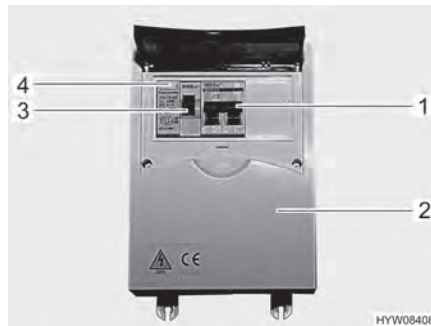

Fig. 102 Scatola dei fusibili a 230 V con interruttore di sicurezza e interruttore automatico FI
- Disattivare l'interruttore di sicurezza (Fig. 102,1) nella scatola dei fusibili (Fig. 102,2).
- Se il veicolo è collegato all'alimentazione a 230 V, premere il tasto di controllo (Fig. 102,4) dell'interruttore di sicurezza per correnti di guasto (interruttore automatico FI) (Fig. 102,3) nella scatola dei fusibili (Fig. 102,2). L'interruttore di sicurezza per correnti di guasto deve scattare.
- Riattivare l'interruttore di sicurezza per correnti di guasto (Fig. 102,3).